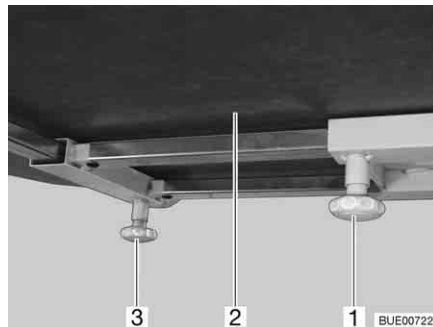

Bild 119 Tischplatte verschieben (Alternative)
- Rändelschraube (Bild 119,1) lösen.
- Tischplatte (Bild 119,2) in gewünschte Position schieben.
- Rändelschraube (Bild 119,3) lösen.